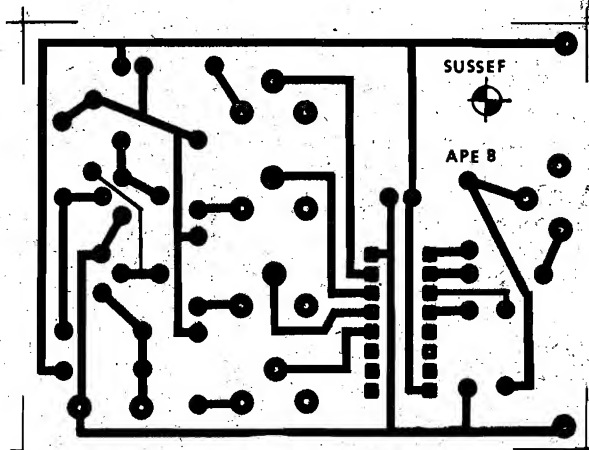
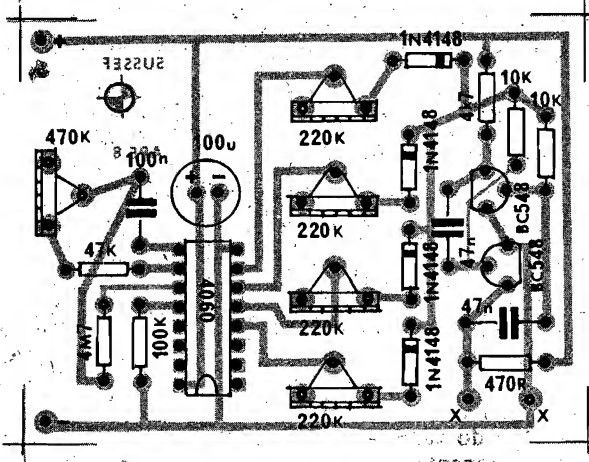
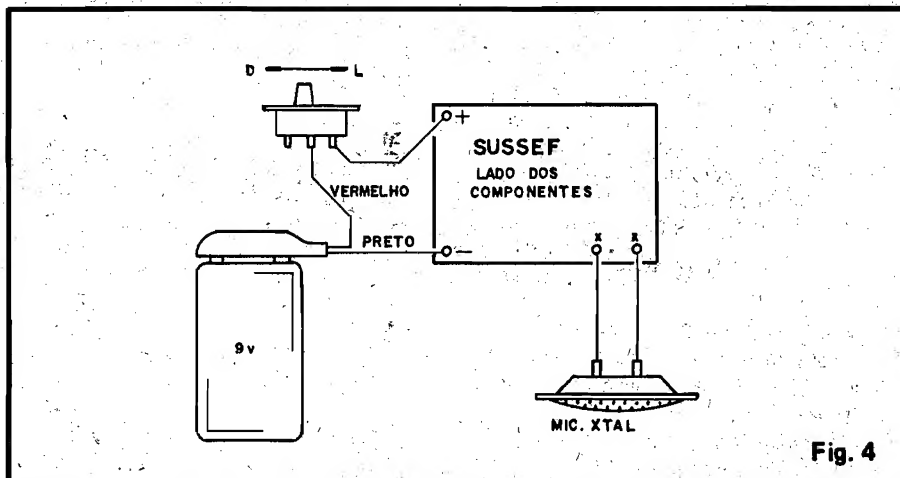

Fig. 2.
Fig. 3
Fig. 4
O lay-out de Circuito Impresso (lado esquerdo) do SUSSEF está na fig. 2, em tamanho natural (quem souber e puder confeccionar sua própria placa, não terá dificuldades em copiar diretamente o desenho), enquanto na fig. 3 temos a montagem propriamente, com a visão do lado não cobreado
Depois de todas as peças colocadas e soldadas, convém conferir com atenção suas identificações, posições e valores (em relação à fig. 3) e só então cortar as "sobras" de terminais pelo lado cobreado da placa. Os pontos (+) e (-) da fig. 3, assim como os pontos (X) (X), referem-se às conexões externas à placa, que estão detalhadas na fig. 4. Nesse estágio, o ponto mais importante é a correta polaridade da alimentação, devendo o leitor novato notar que o positivo corresponde ao fio vermelho e o negativo ao fio preto (suportes de pilhas ou "clips" de bateria já vem codificados com tais cores, para facilitar a identificação).